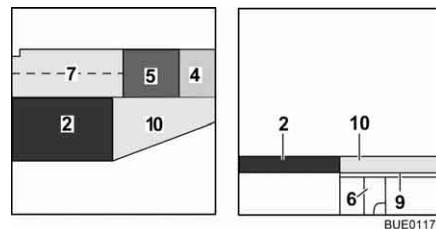

Fig. 126 Dopo la trasformazione
- Posizionare il cuscino del divano (Fig. 126,5) al centro.
- Posizionare il cuscino dello schienale (Fig. 126,4) tra il cuscino del divano e la parete.
- Posizionare il cuscino aggiuntivo (Fig. 126,10) sull'allargamento letto.